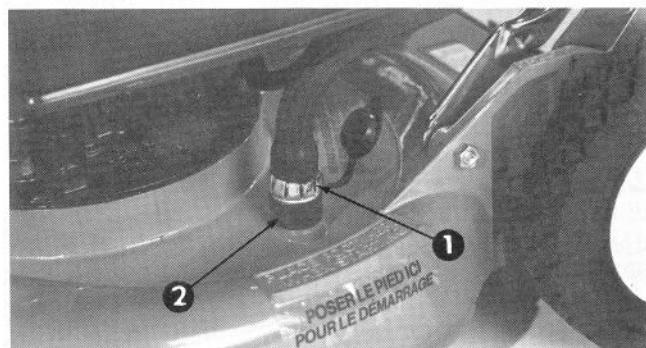

Figure 15
3. Mettez le moteur en marche. Insérez le bout du tuyau, sans la lance, dans l'orifice de lavage (Fig. 15). Utilisez une pression d'eau moyenne, laissez l'eau couler et le moteur fonctionner pendant environ deux minutes. L'action créée par la rotation de la lame et l'eau chasse les débris accumulés sur le dessous du carter de la tondeuse. Lorsque l'herbe a complètement été évacuée et que l'eau est de nouveau claire, arrêtez le moteur. Débranchez le fil de haute tension de la bougie une fois que toutes les pièces se sont arrêtées.